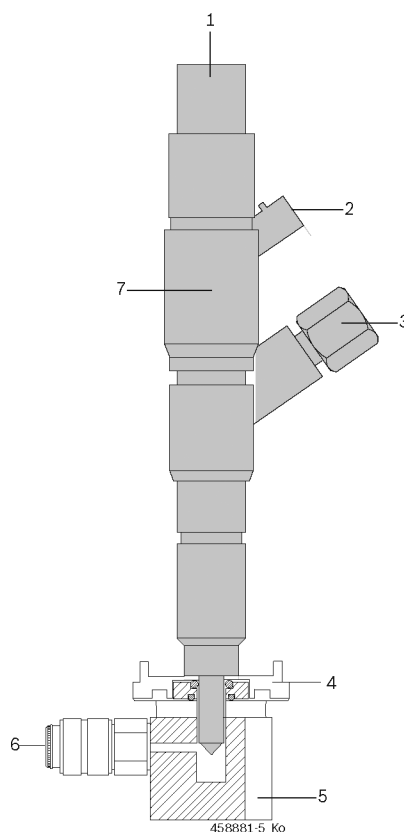

Рис. 7. Соединение топливоприемной камеры на примере инжектора CRI
Для проверки топливоприемная камера (рис. 7, поз. 5) надевается на сопло инжектора CRI/CRIN, CRI Piezo или DHK/UI и фиксируется накатанной гайкой (рис. 7, поз. 4).
1. Отверните накатанную гайку (рис. 7, поз. 4), повернув ее против часовой стрелки.